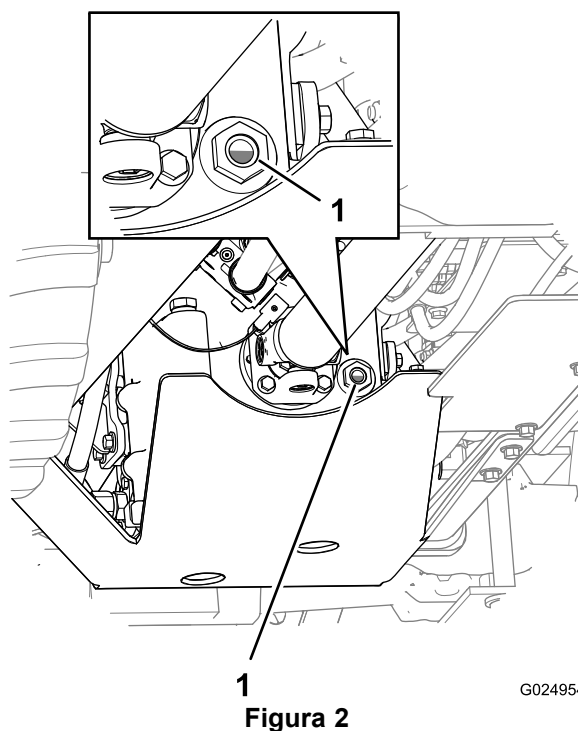
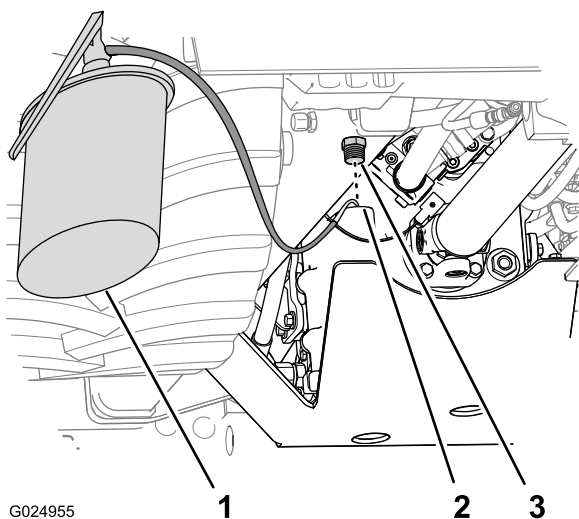

Figura 2
Figura 3
5. Attendete almeno 10 minuti e poi controllate il livello dell'olio nella trasmissione nella spia di livello (Figura 2).
- A. Rimuovete il tappo di riempimento dal foro di riempimento della trasmissione (Figura 3).
- D. Riempite la trasmissione con l'olio specificato attraverso il foro di riempimento fino a quando il livello dell'olio non copre da 1/2 a 3/4 della finestra della spia di livello (Figura 2 e Figura 3).
- E. Montate saldamente il tappo di riempimento nel foro di riempimento (Figura 3).
9. Attendete 10 minuti e poi controllate il livello dell'olio della trasmissione nella spia di livello (Figura 2).